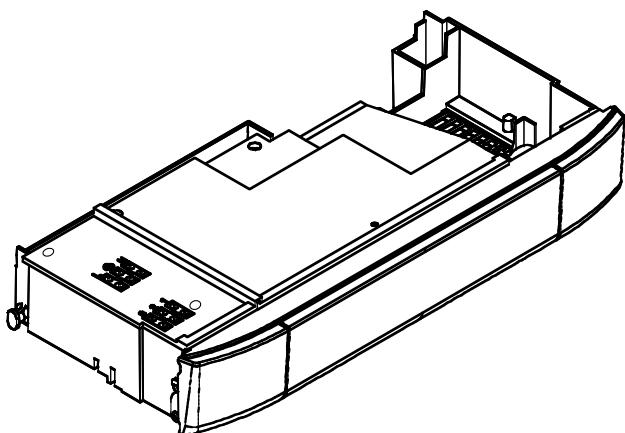

рисунок 9.12
- Ослабьте винты и снимите сервисную панель (рисунок 9.12).